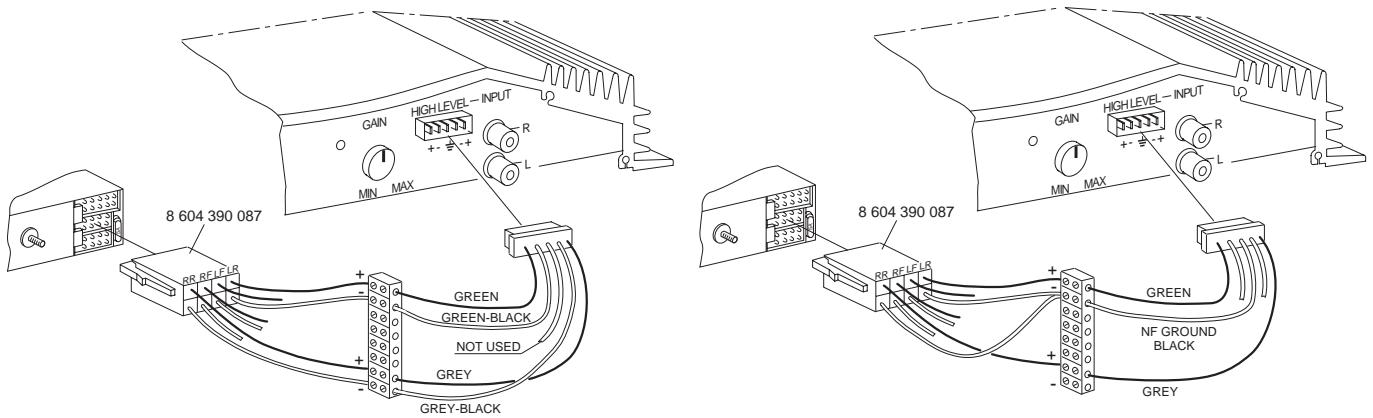

Fig. 5
Conexión en autoradios con salida de altavoz	fig. 5
El amplificador dispone de conectores de nivel alto (High - Input) para conectarlo a aparatos radio sin salidas de preamplificador (Fig. 5). De esta manera es posible una conexión directa con la salida de altavoz de la radio.
- Ligação à auto-rádios com saída de altifalantes Fig. 5